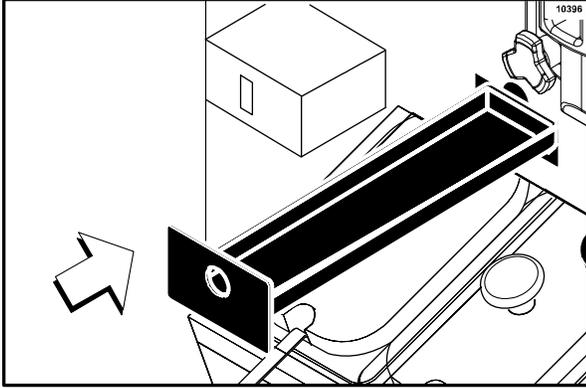

图 141
16. 将长滴料盘插入糖浆托品分配器上方前面板上的孔。（见图 141。）